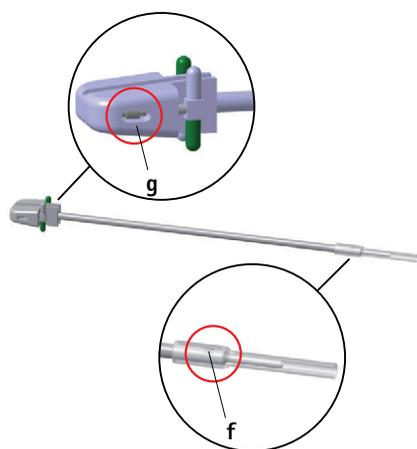

Fig. 4
- ▶ Régler l'arrêt de sécurité en position centrale g, voir Fig. 4.